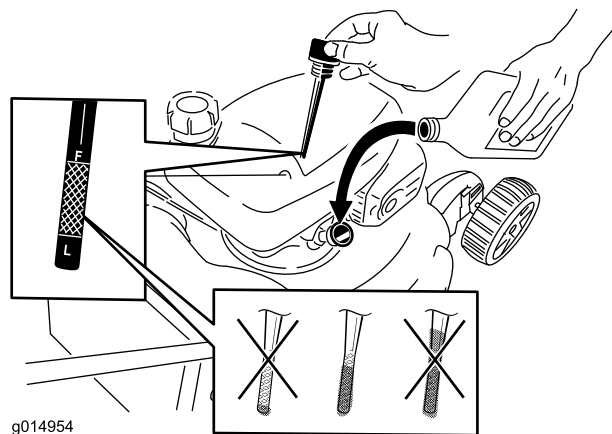

Figure 6
2. Retirez la jauge (Figure 6) et versez de l'huile dans le tube de remplissage pour remplir le carter moteur aux 3/4.
5. Sortez de nouveau la jauge et vérifiez le niveau d'huile ; voir Figure 6.
- Si le niveau d'huile est trop bas, ajoutez lentement une petite quantité d'huile dans le tube de remplissage, puis répétez les opérations 3 à 5 jusqu'à ce que le niveau d'huile soit correct, comme montré à la Figure 6.